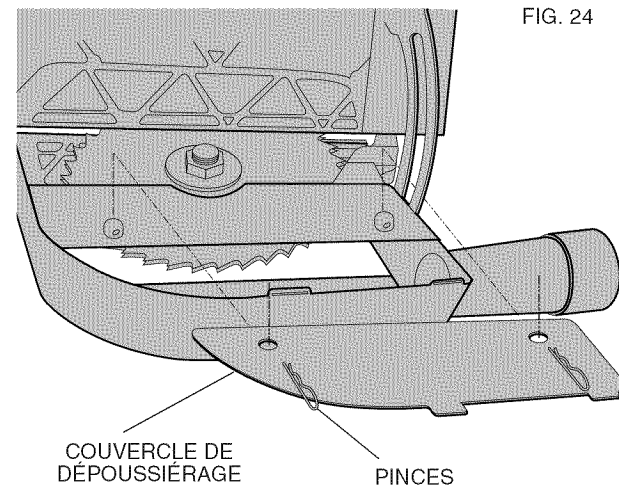

FIG. 24
- Ouvrir le couvercle de dépoussiérage (fig. 24) en retirant les deux pinces illustrées. Enlever la poussière accumulée et fixer de nouveau le couvercle à l'aide des pinces.